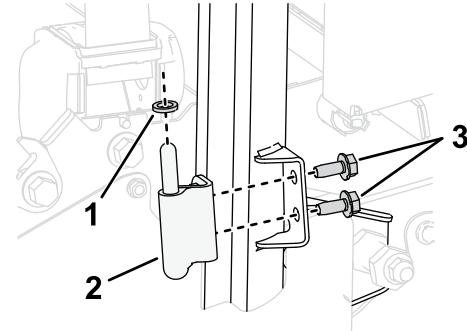

Figure 7
1. Fixez légèrement la charnière inférieure au support sur le tube de la structure ROPS à l'aide de 2 vis ($5/16$ " x $\frac{3}{4}$ "), comme montré à la Figure 7.